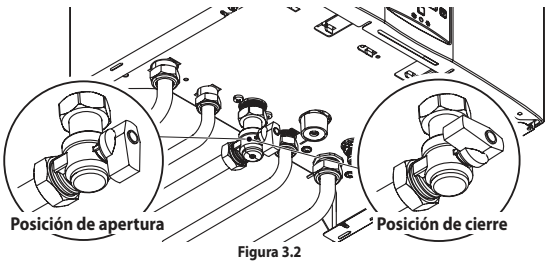

Figura 3.2
- Las llaves de la caldera y las incluidas durante la instalación deben estar abiertas (Figura 3.2).
- Cierre las llaves de la caldera (Figura 3.2);